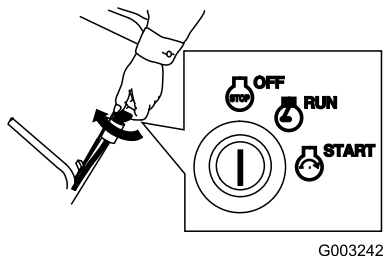

Bild 28
1. Drehen Sie den Schlüssel auf die Aus-Stellung (Bild 28).